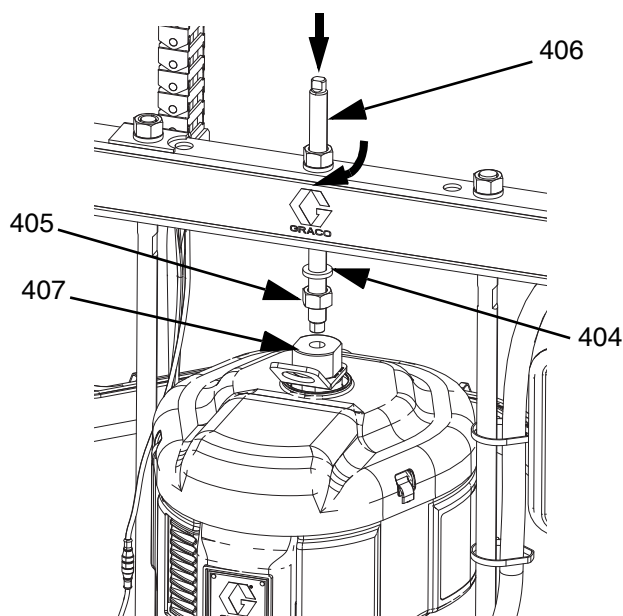

FIG. 47
- b. Instale a haste roscada (406) através do orifício no centro do êmbolo. Instale as anilhas (404) e porcas (405) na haste roscada (406), tanto acima como abaixo da barra de pressão. Utilize uma chave inglesa para prender o adaptador do anel de elevação (407) e aperte a haste roscada (406) no adaptador do anel (407) utilizando outra chave inglesa. Consulte a FIG. 47.
- c. Aperte a porca (405) abaixo da barra de pressão para 25 pés-lb (34 N•m) no máximo.
- d. Aperte a porca (405) acima da barra de pressão para prender o motor pneumático (B) no lugar.